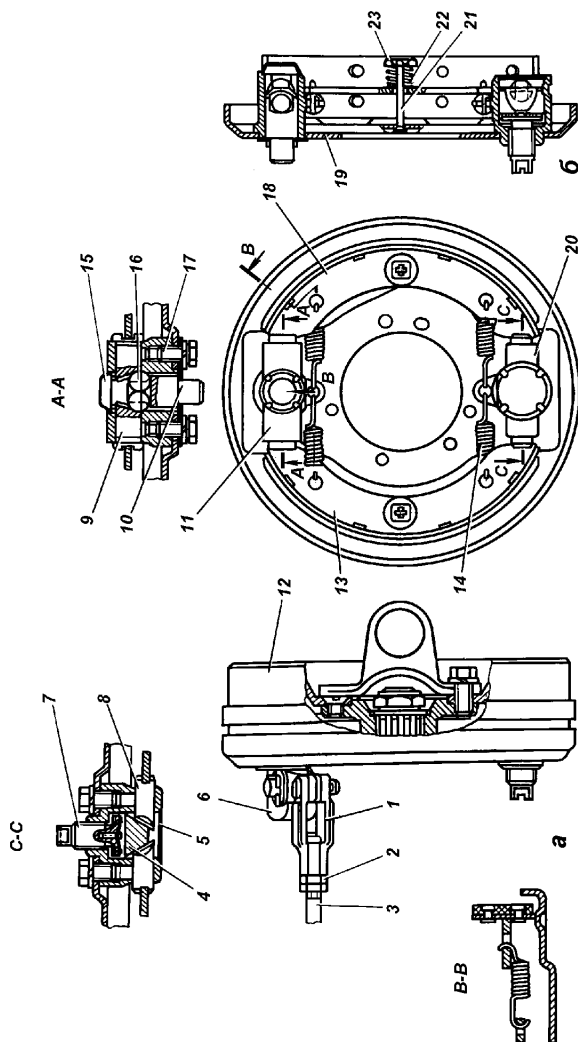

Рис. 9.35. Стояночный тормоз:
**Обслуживание стояночной тормозной системы** состоит в периодической проверке состояния тормоза (рис. 9.35) и его привода, регулировки хода рычага, надежности креплений, очистке от грязи, смазке деталей разжимного и регулировочного механизмов, а также в устранении возникающих неисправностей.